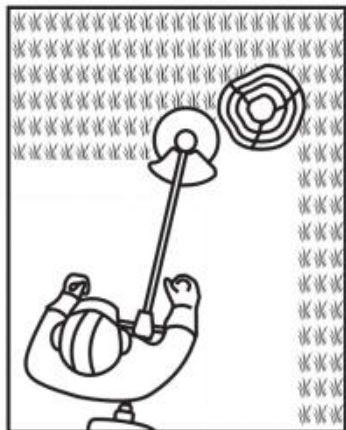

Fig. 48
2. Soyez particulièrement vigilant lorsque vous effectuez des travaux à proximité d'arbres et de buissons. La tête de coupe pourrait endommager l'écorce sensible et endommager les poteaux de clôture (Fig. 48).